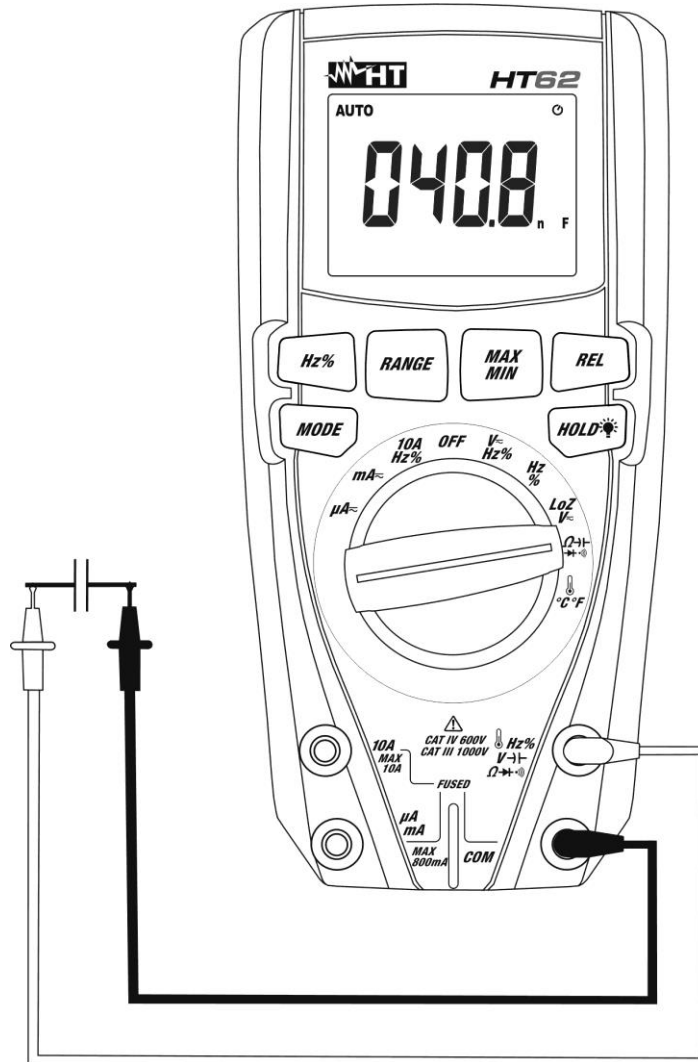

Fig. 8: Uso del instrumento para medida de Capacidades
5. Posicione las puntas de prueba en los extremos del condensador en examen respetando eventualmente las polaridades positivas (cable rojo) y negativas (cable negro) (vea la Fig. 8). El valor de la capacidad se muestra en pantalla